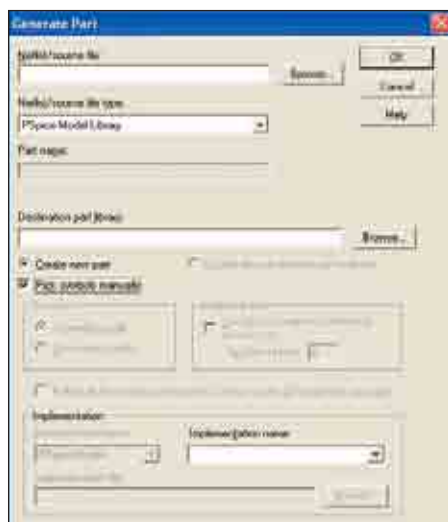

Рис. 14. Диалоговое окно Generate Part
- В диалоговом окне Generate Part (рис. 14) выберем флажок **Pick symbol manually**.